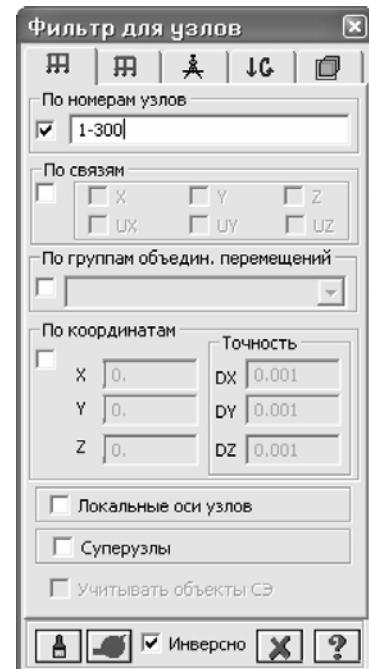

Рис.6.5. Диалоговое окно Фильтр для узлов
- В появившемся диалоговом окне **Фильтр для узлов** (рис.6.5) установите флагок **По номерам узлов** и в соответствующем поле введите номера узлов **1 – 300**.